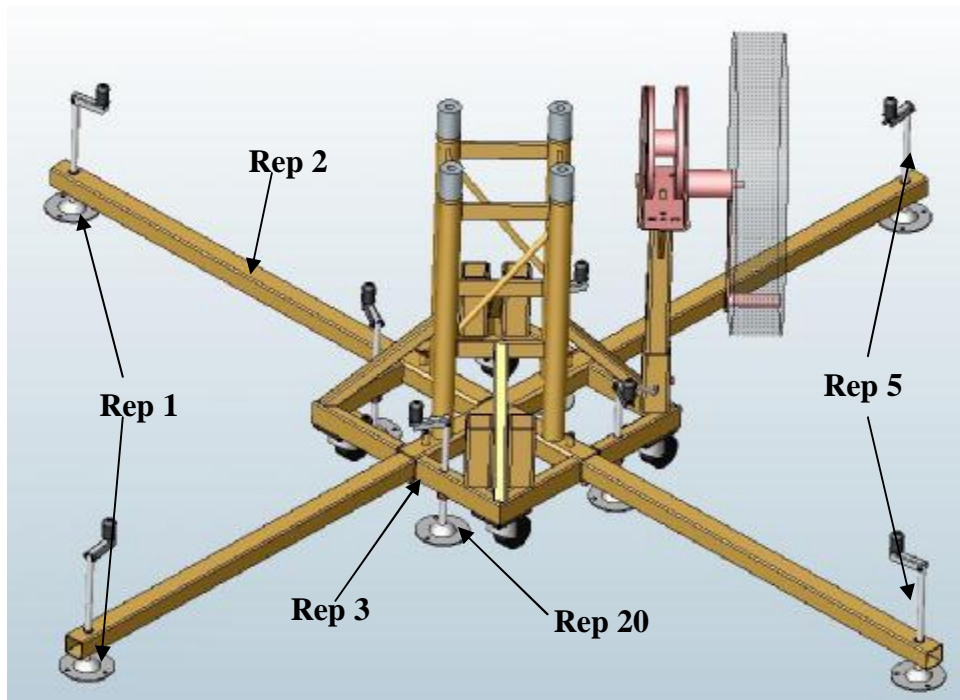

fig.3
a) Stabiliser les 4 pieds à l'aide des 4 vérins de stabilisation (rep 5), et ainsi obtenir une bonne verticalité du mât, (fig.3).